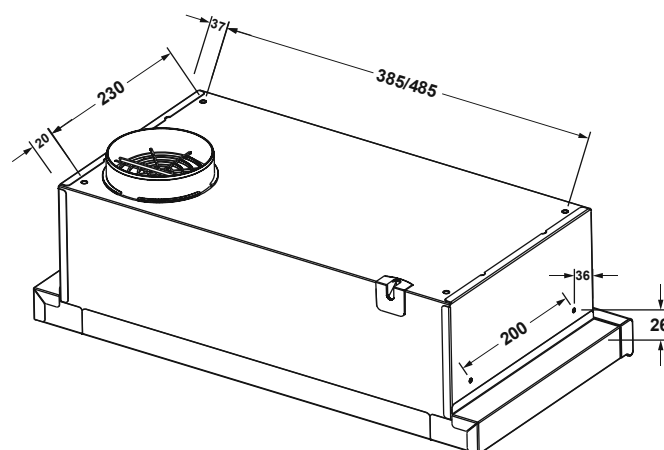

Рис.4
6.5 Крепить вытяжку к шкафчику рекомендуется использовать 4 саморезы 4,8x13 DIN968 с середины вытяжки (саморезы в комплект поставки не входят). (рис.4 / 4.1).